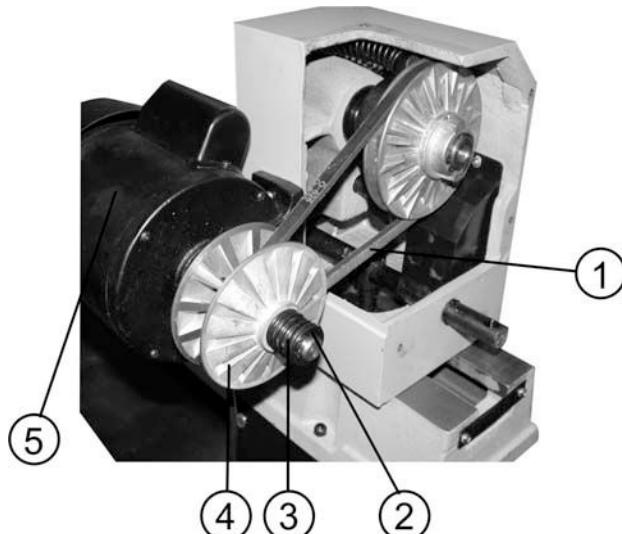

Рис. 18
- 11.4. Для замены приводного ремня (1) снимите кожух передней бабки, стопорное кольцо (2) пружину (3) и правый шкив двигателя (5). Замените ремень и установите детали в обратной последовательности ,Рис. 18.